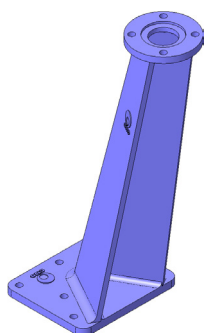

Fig.6
- Colonne de manœuvre inclinée (fig. 6)